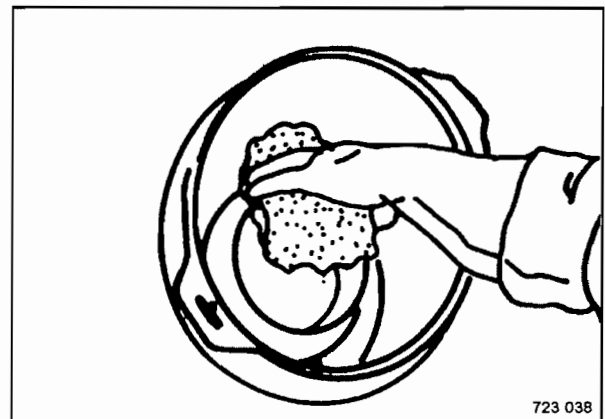

Fig. 106
- Limpiar la superficie de contacto del tubo de salida (Fig. 106).